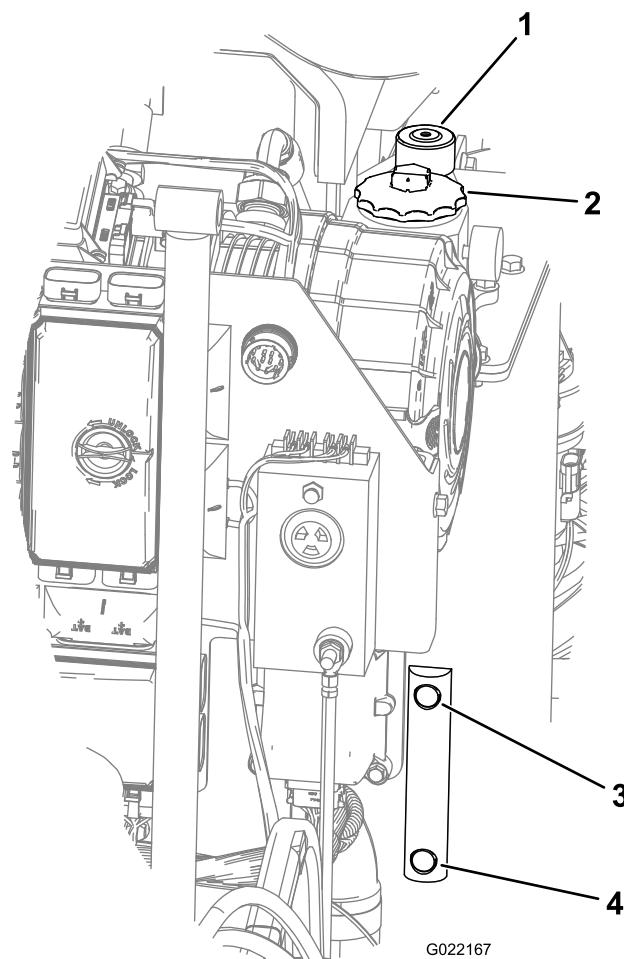

Figure 146
3. Observez l'indicateur de niveau sur le réservoir hydraulique, et vérifiez le niveau d'huile (Figure 146).
4. Si le niveau est trop bas, ouvrez le bouchon du réservoir hydraulique, et faites l'appoint jusqu'à ce que le niveau atteigne le repère maximum sur l'indicateur de niveau (Figure 146).